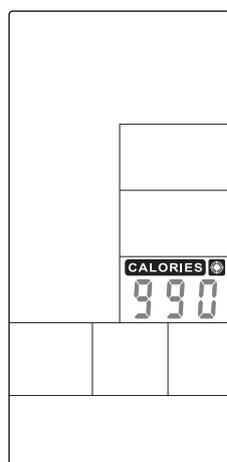

FIGURA 43
- Pressione PARA CIMA / PARA BAIXO (TECLA 10 ou 11) para ajustar o valor (Figura 43) em seguida pressione ENTER (TECLA 19) para confirmar.